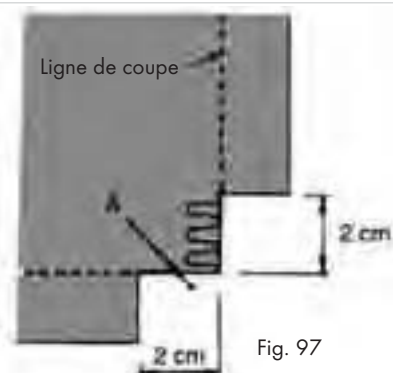

Fig. 97
1. Coupez avant et après le coin sur env. 2 cm jusqu'à la ligne de couture (Fig. 97).
2. Cousez une piqûre au-delà de la marque "A" sur le dessin, puis arrêtez-vous (Fig. 97).
3. Levez l'aiguille et le pied-de-biche ②.